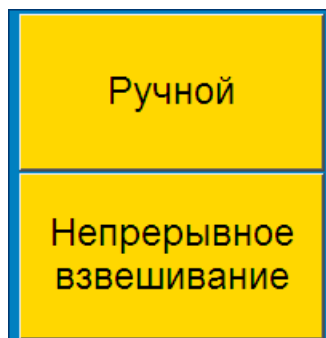

Рисунок 2 – Выбор режима работы
11.2.2 Для выбора режима работы весов – нажать кнопку «Режим» основного экрана (рисунок 1, кнопка 6) и после появления всплывающего окна (рисунок 2) нажать на кнопку с названием выбираемого режима. Окно выбора режима при этом закрывается, и весы перейдут к работе в выбранном режиме.